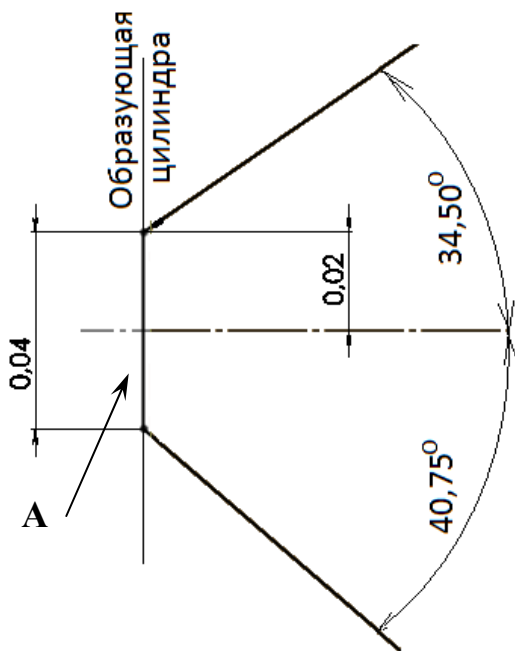

Рис. 3.2
3. Из исходной точки рисуем горизонтальную осевую линию. Выполняем эскиз по рис. 3.2. Рундист А выполняем с помощью инструмента «Преобразование объектов» панели «Эскиз», как отпечаток образующей цилиндра.